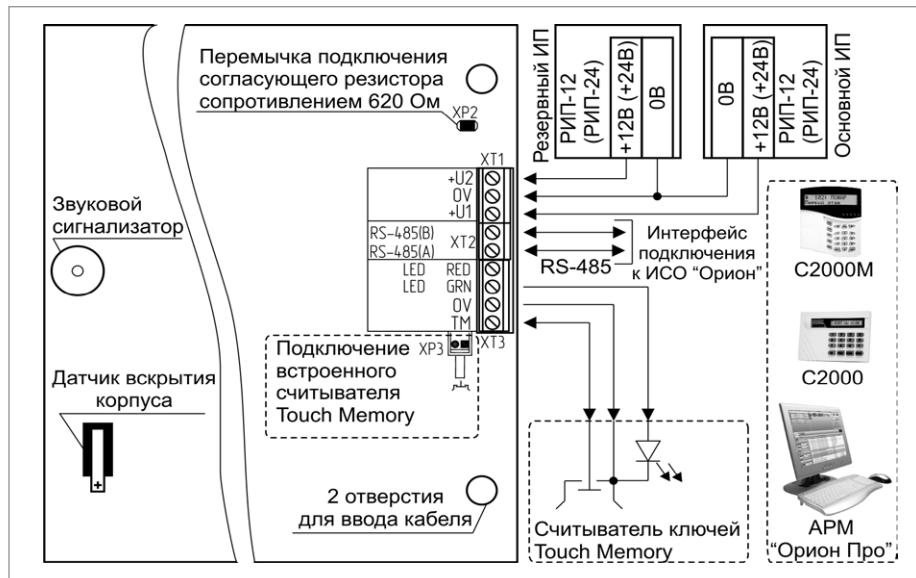

Рисунок 3. Схема внешних соединений блока «C2000-БИ исп.02»
2. Подключение соединительных линий выполняйте в соответствии с проектной документацией и схемой на рис. 3.